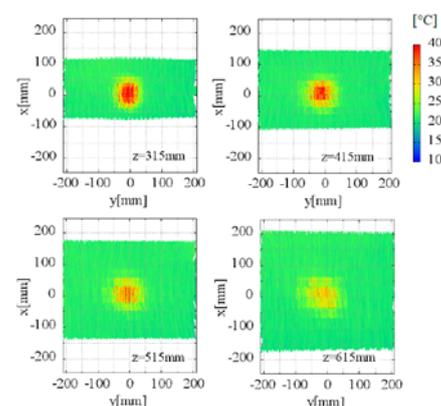

図3 推定壁面を基づいた温度分布図
- 奥行(z)が315 mm、415 mm、515 mmの場合、測定温度は約40°Cであった。また、奥行が615 mmの場合は、解像度が低くなったが、壁面にある熱源を確認できた(図3)。